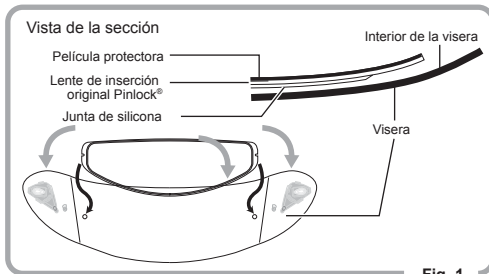

Fig. 1
1. Aplique el lado de la junta de silicona de la lente de inserción original Pinlock® en el interior de la visera, sin despegar la película protectora de la lente. Meta la lente de inserción original Pinlock® en el interior de la visera encajándola en los pines excéntricos. (Fig. 1 y 2).